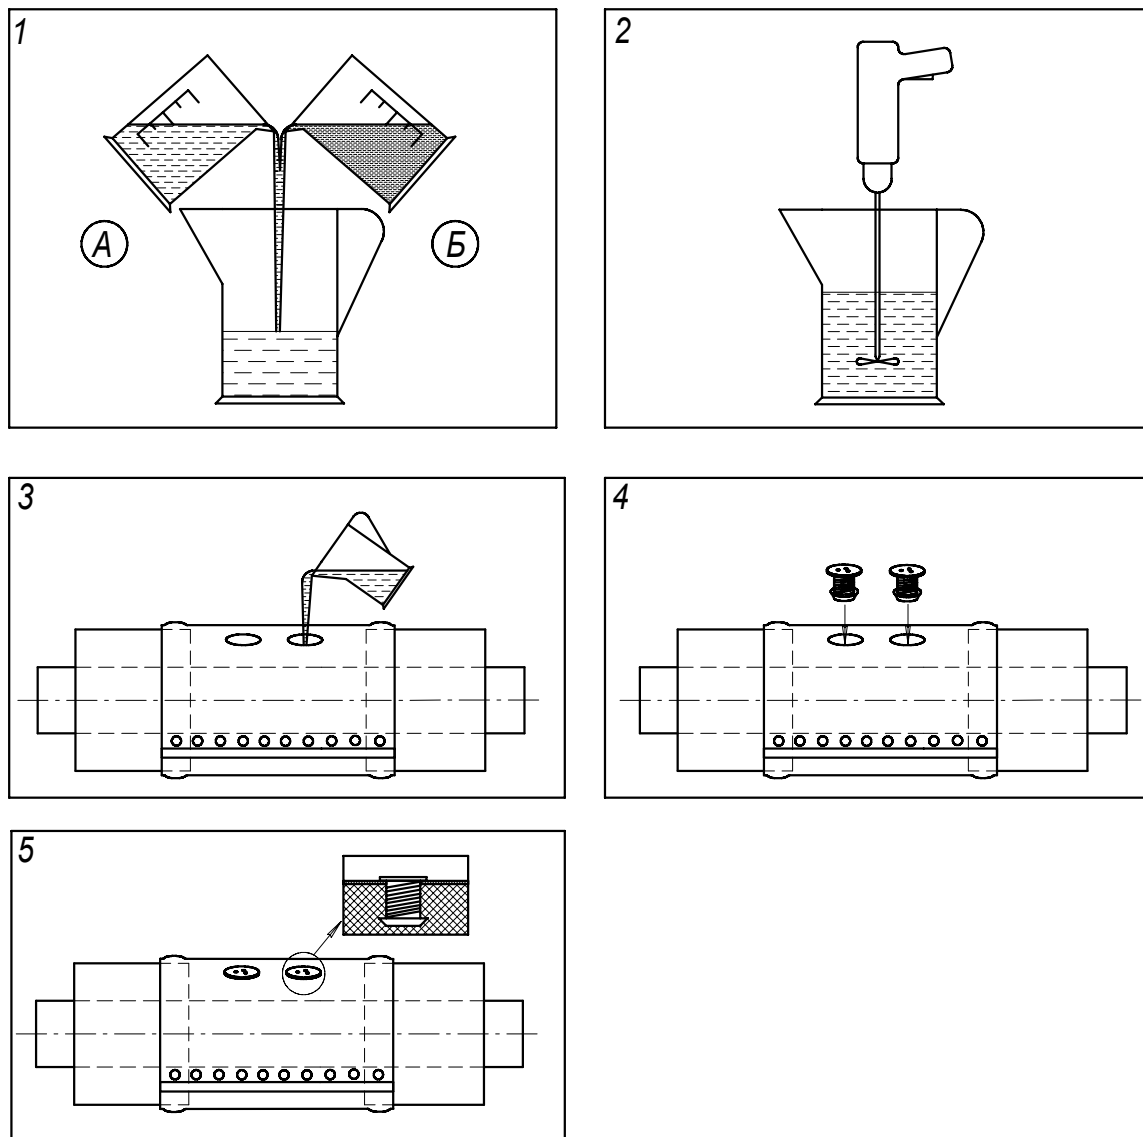

Рис. 3
2.5.1 Послідовність виконання теплоізоляції пінополіуретаном відображена на рис. 3.
2.5.3 Відміряні дози компонентів ППУ системи одночасно злити до заливної посудини (рис. 3 поз. 1).
2.5.4 Інтенсивно змішати компоненти в заливній посудині з допомогою мішалки протягом 10 – 15 сек. до утворення однорідної суміші (рис. 3 поз. 2).
Отриману таким чином суміш, швидко (за 10 – 15 сек.) влити в заданий об'єм через заливні отвори муфти (рис. 3 поз. 3).
2.5.5 Вставити в отвори корки-обезповітрявачі (рис. 3 поз. 4).
2.5.6 Гідроізоляцію заливного отвору виконувати через 4 години після заливки системи ППУ (при температурі оточуючого середовища нижче $+5^{\circ}\text{C}$ місце муфтування накрити наметом і протягом вказаного часу підтримувати в ньому температуру вище $+5^{\circ}\text{C}$) (рис. 3 поз. 5).